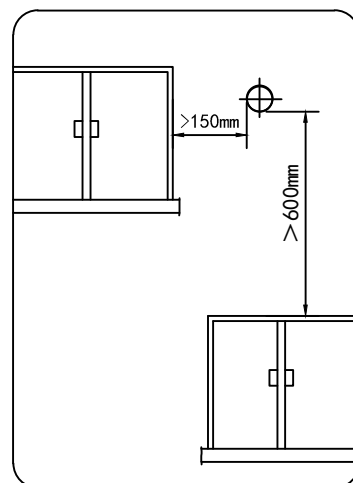

图3
■ 给排气管出口必须设置在室外。但给排气管不能安装在公共烟道内或者窗户、排气扇周围,以免废气回流引起危险。热水器使用时,排气管出口可能有冷凝水滴落,安装时应注意不要影响他人。排气管出口距周围物体的间距如图3所示。